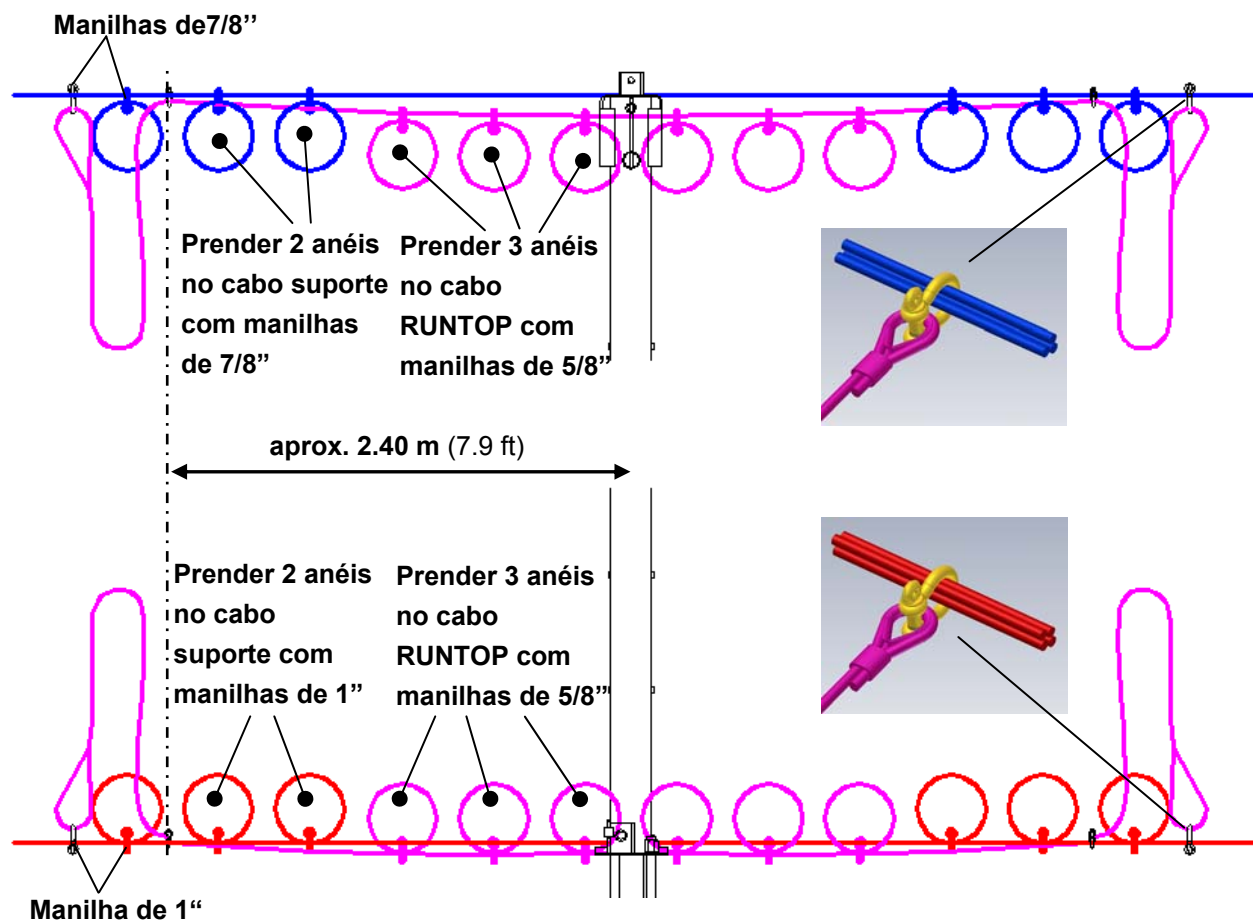
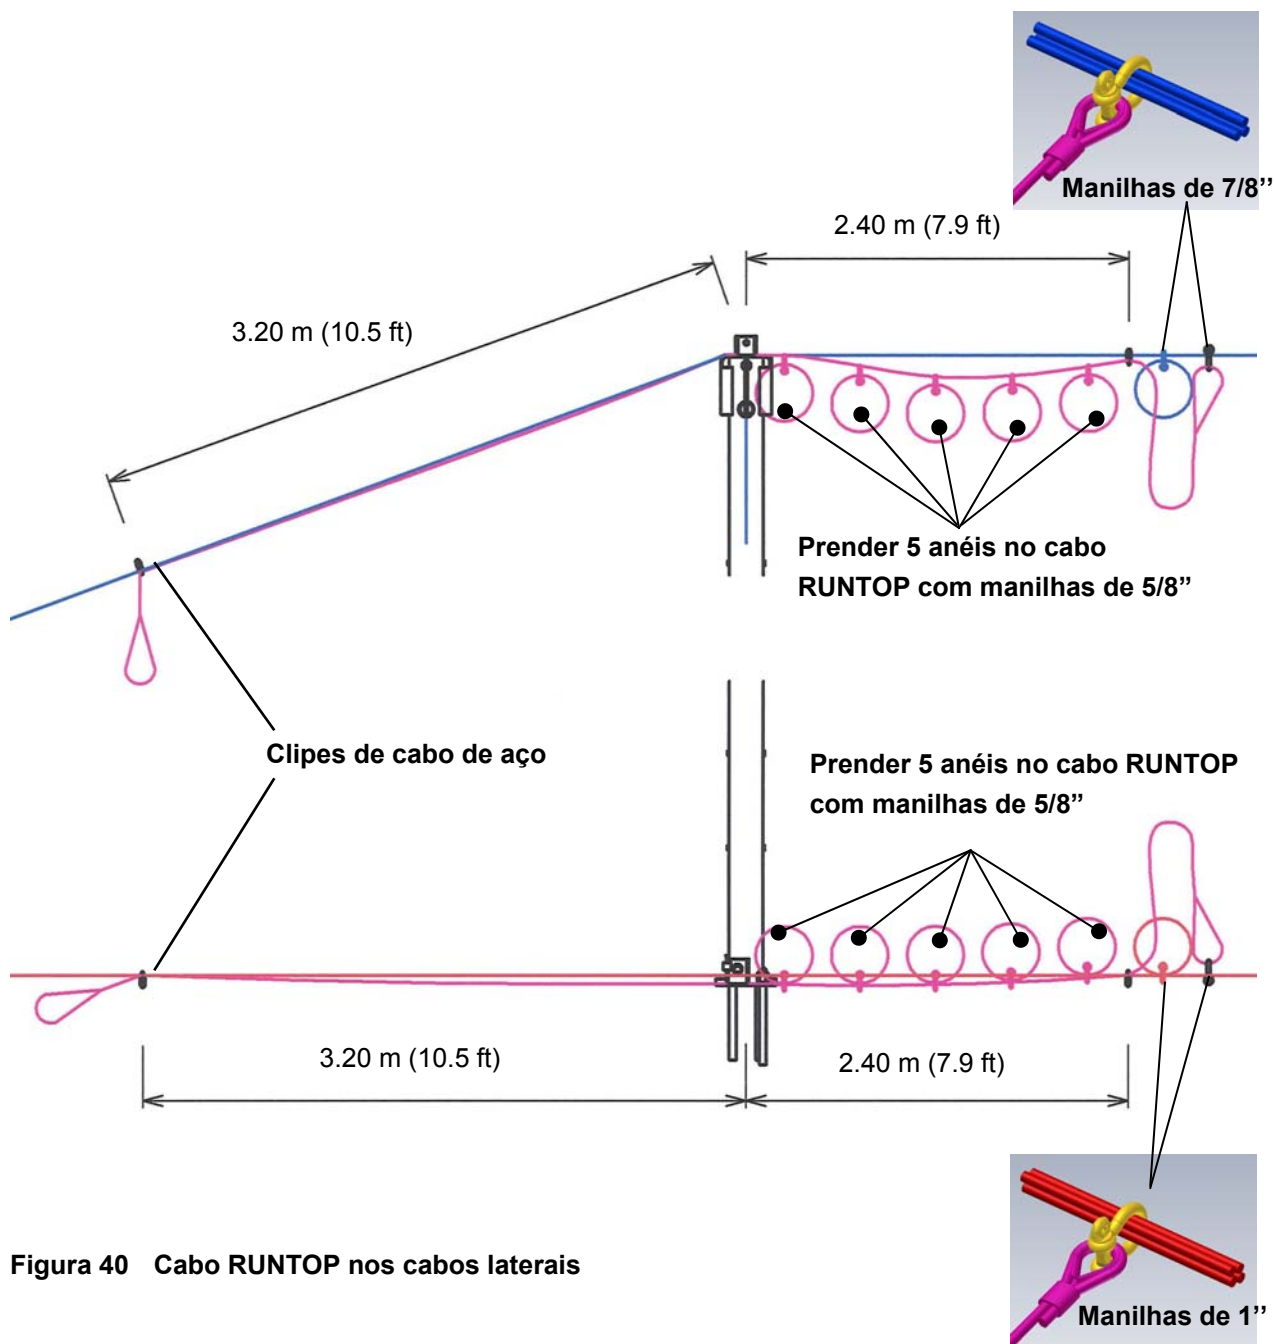
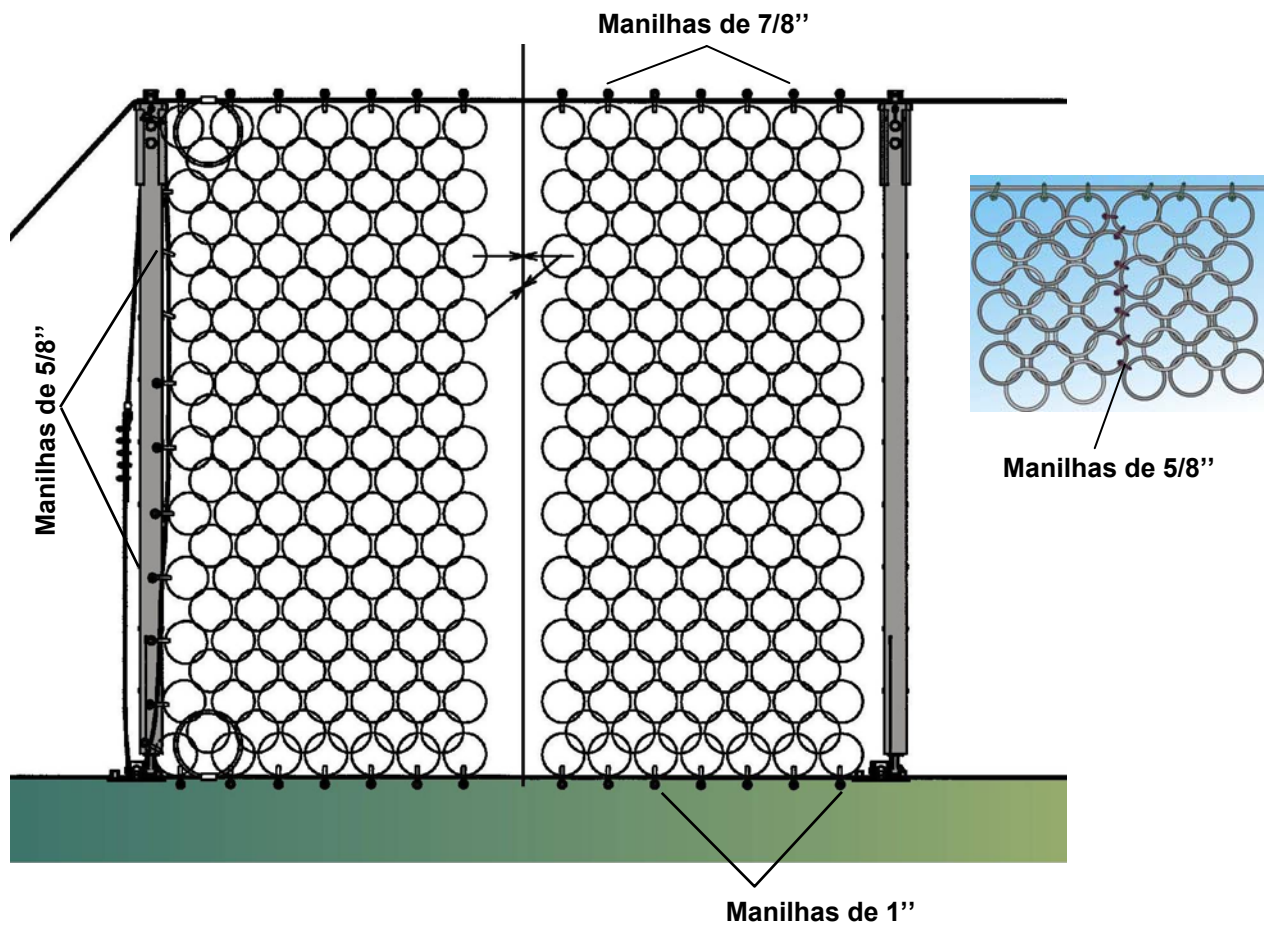

Figura 39 Cabos RUNTOP nos postes centrais
Figura 40 Cabo RUNTOP nos cabos laterais
Figura 46 Instalação da rede de anéis com manilhas
- Instalar cabos RUNTOP nos cabos suporte (ver seção 4.8). Instalar cliques de cabo de aço apenas aqui. Recomenda-se prender as manilhas dos cabos RUNTOP (1") após instalação da rede (ver Figura 39).
- Montar a rede nos cabos suporte superiores com manilhas de 7/8". Em ambos os lados do poste central, 3 anéis ROCCO devem ser presos nos cabos RUNTOP com manilhas de 5/8". Todos os outros anéis ROCCO (superiores) são presos nos cabos suporte (ver Figura 39 e Figura 46).
- i) Prender os anéis da borda inferiores da rede aos cabos suporte inferiores com manilhas de 1" e, com manilhas de 5/8", aos cabos RUNTOP. Novamente, montar os 3 anéis ROCCO que se encontram próximos à placa base nos cabos RUNTOP (ver Figura 39, Figura 40 e Figura 47), com exceção das seções laterais, 5 anéis devem ser presos nos cabos RUNTOP.